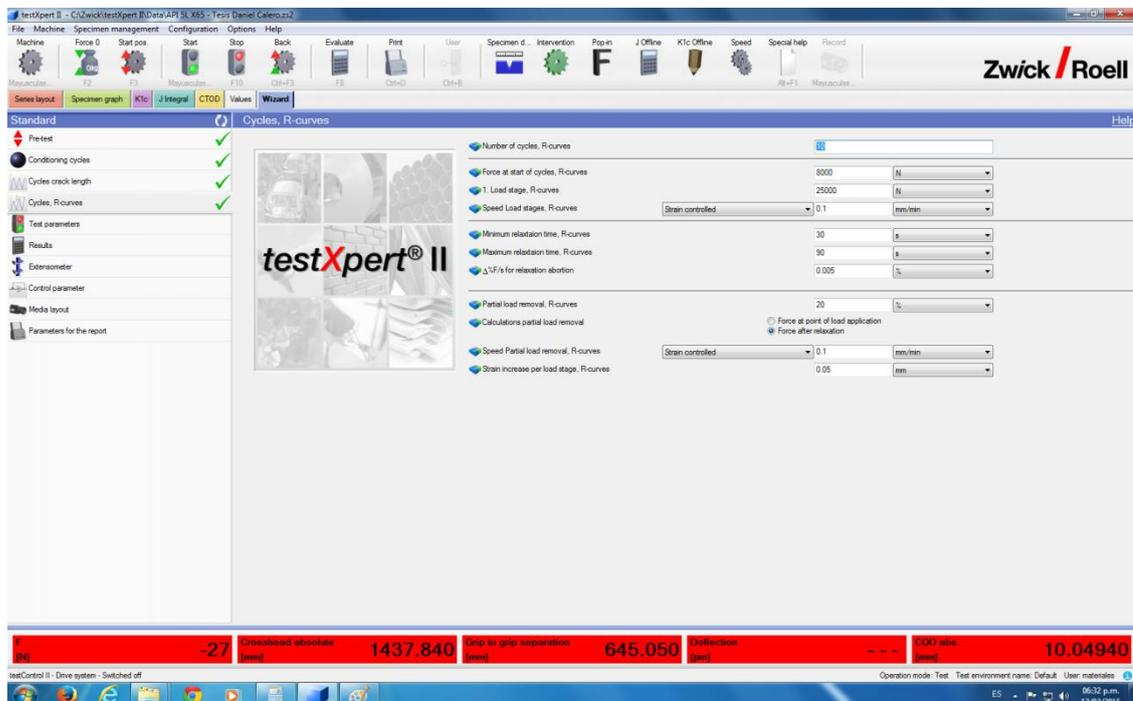

Fig. A10 Pestaña de Cycles, R-curves
D) Cycles, R-curves: Estos ciclos sirven para poder realizar los ciclos R, necesarios para la determinación de la curva integral J. (Fig.A10)